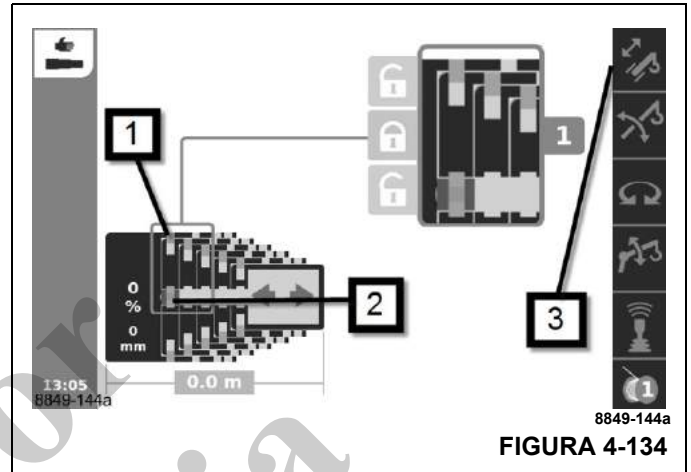

FIGURA 4-134
- Mecanismo telescópico activado – símbolo (3, Figura 4-134) verde